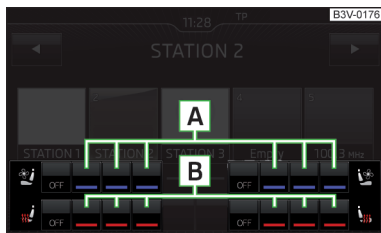

Fig. 85
Capacitatea de încălzire/treapta de ventilare se poate regla și în Infotainment, de la tastele funcționale **A** și **B** » fig. 85, iar de la tasta funcțională **OFF** se poate opri.
► Reglați treapta de ventilare în Infotainment de la tastele funcționale **A** » fig. 85.